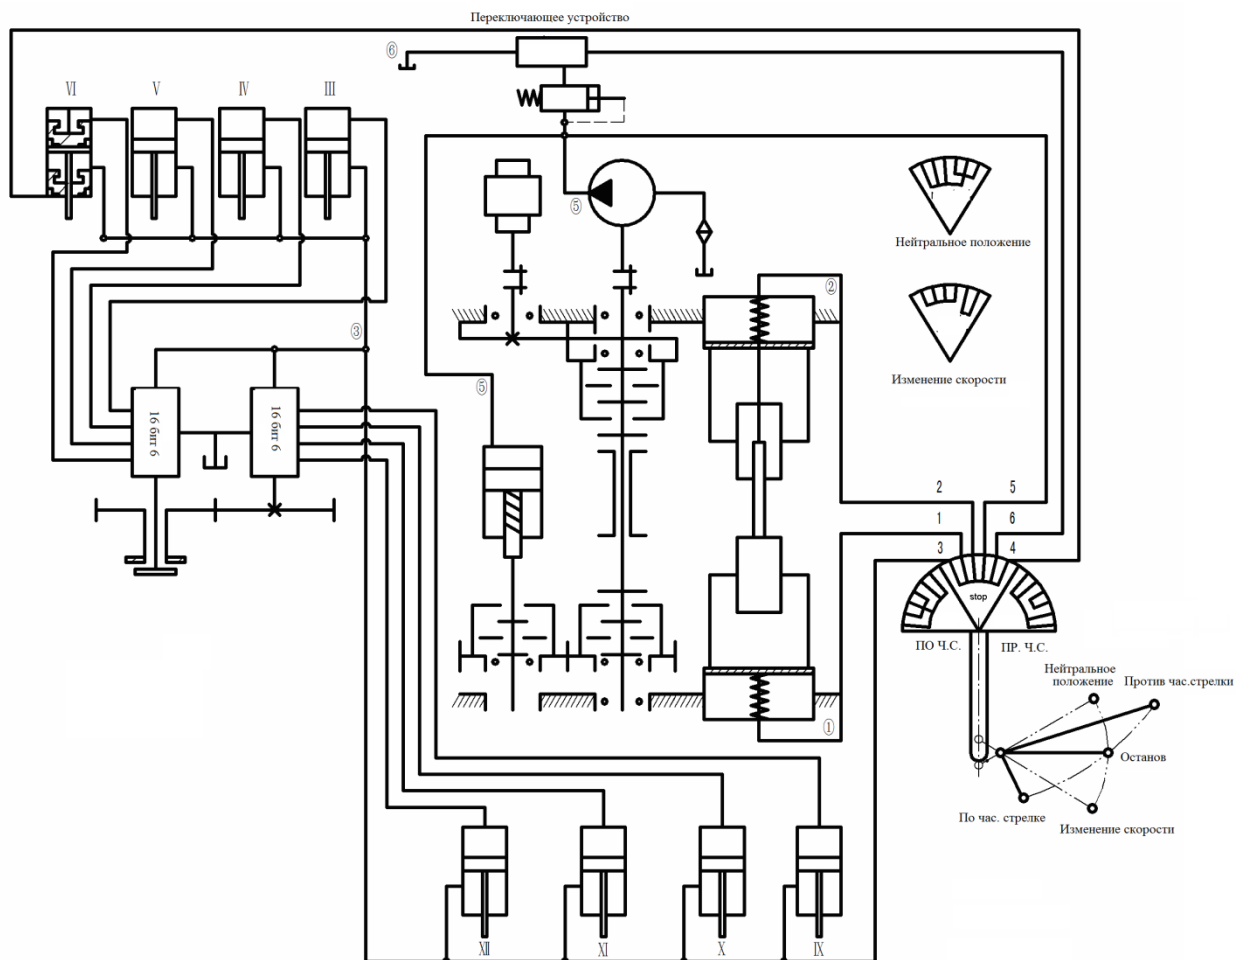

Рис. 8.2
8.1 Устройство управления гидравлической системы (рис. 8.2)